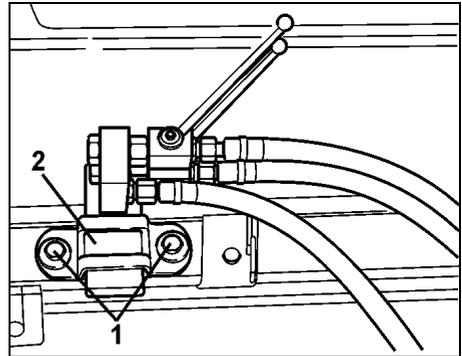

Fig. 78
- An geeigneter Stelle zwei Löcher $\varnothing 12$ mm für die Befestigungsschrauben (Fig. 78/1) bohren.
- Halter (Fig. 78/2) mit den Befestigungsschrauben (Fig. 78/1) montieren.